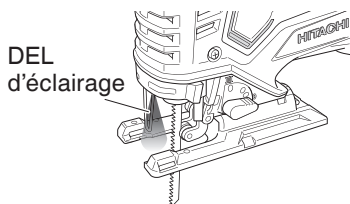

Fig. 11
14. Comment utiliser la DEL d'éclairage. (Fig. 11)